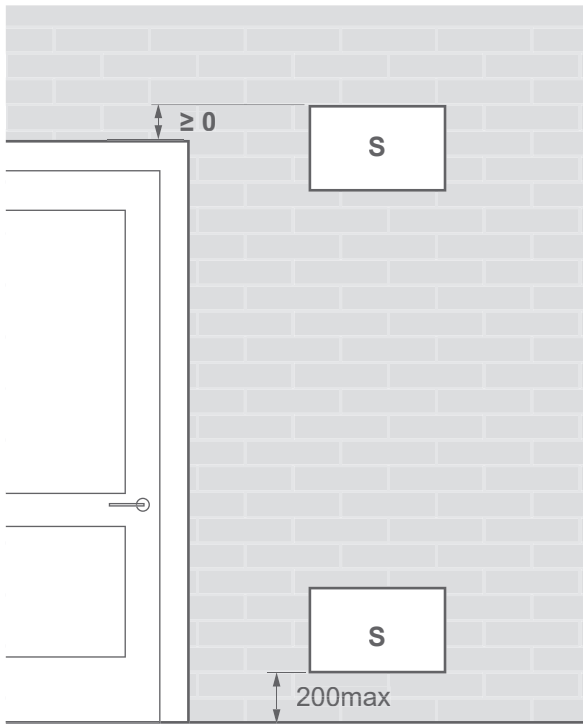

fig. 23 - Position des ouvertures pour la ventilation
- Le local bénéficie d'une aération naturelle vers une autre pièce dont la somme des volumes des deux pièces est supérieur à "charge totale fluide" (en kg) / 0.3kg/m³. Les aérations entre les deux pièces étant assurée par des ouvertures d'au moins : voir *fig. 24 et fig. 23*.